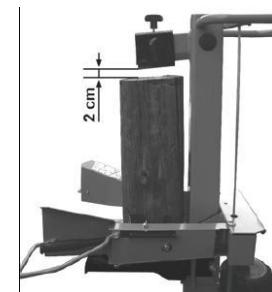

Fig.3
4.2.2- Réglage de la hauteur de course (Fig.3)